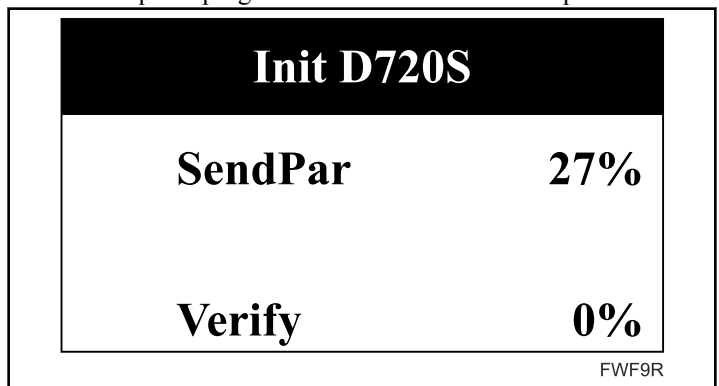

Figure 8
- La ligne du haut indique la progression de chargement des paramètres individuels. Se reporter à la *Figure 8*. La ligne du bas indique la progression de la vérification des paramètres.